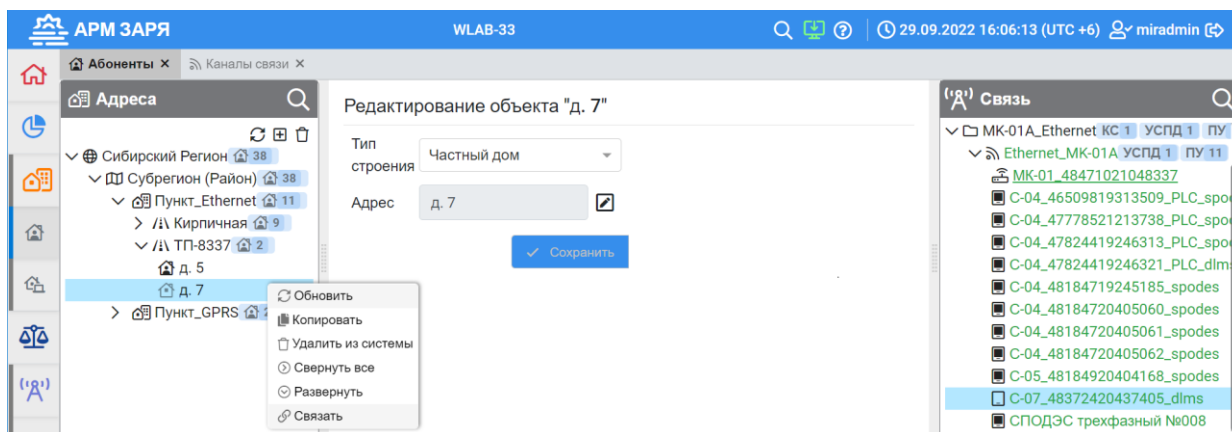

Рисунок 46
- найдите на вкладке *Связь* в правой части окна необходимый ПУ, обозначенный символом  (рисунок 46), что означает – данный ПУ не привязан к адресу абонента;